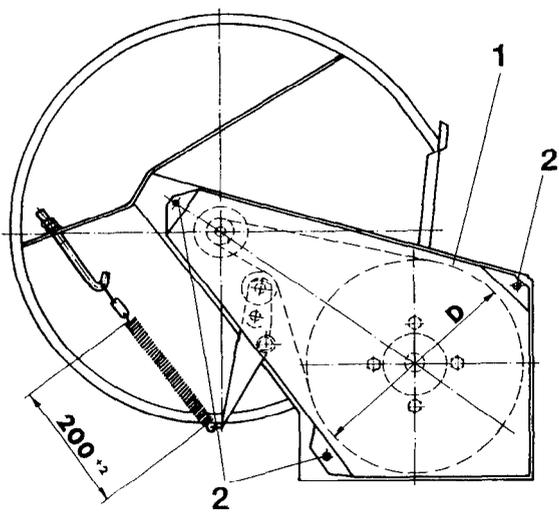

Fig. 75
**Zum Überprüfen** des Keilrippenriemens Schutzdeckel (Fig. 75/1) durch Lösen der drei Schrauben (Fig. 75/2) abnehmen und Riemen auf Verschleißerscheinungen untersuchen.